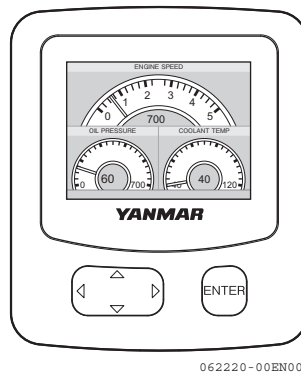

Figura 11
- Cuando arranca el motor, la pantalla del VC10 muestra la pantalla con las condiciones del motor (**Figura 11**).